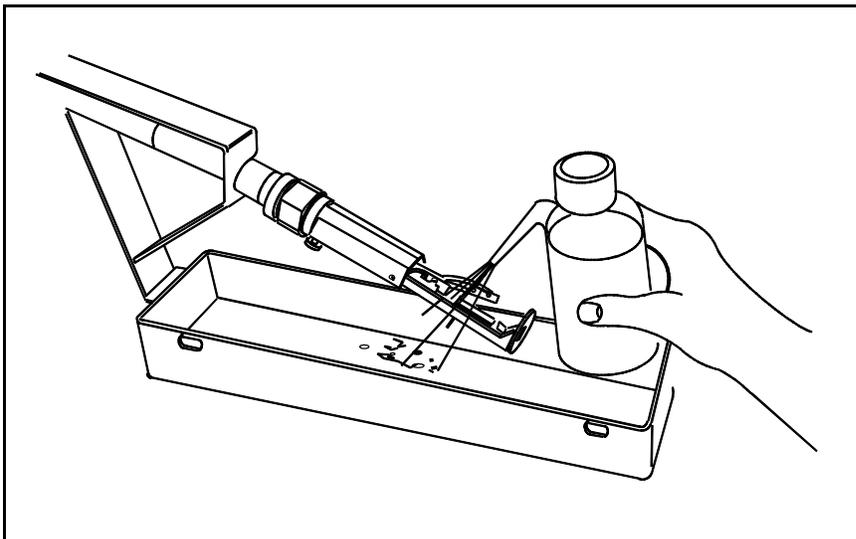

图 6-8. 清洁喷头
7. 确保喷头向下指向已接地维修盘的里面。使用推荐的伟迪捷清洗剂或溶剂洗法污物（参见图 6-8）。